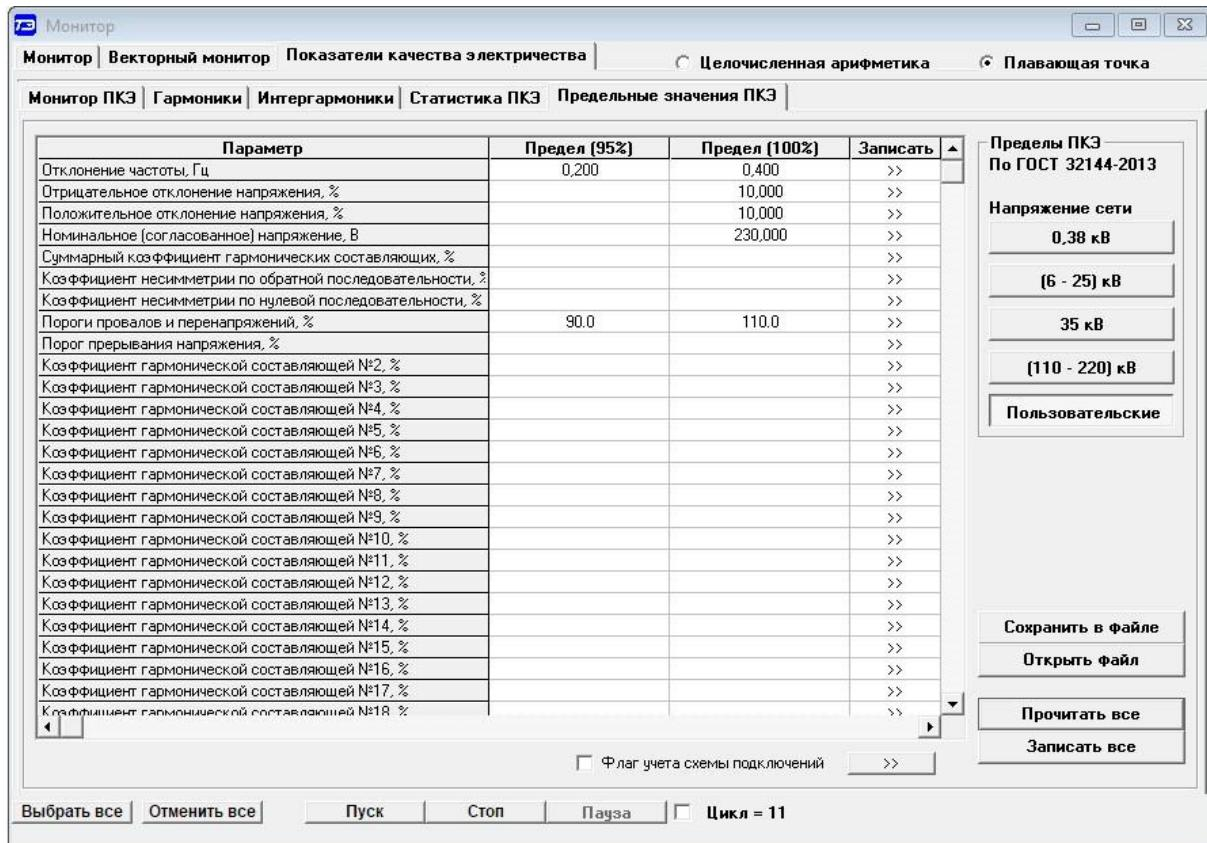

Рисунок 28 – Вкладка «Предельные значения ПКЭ»
4.16.1.3 Для чтения установленных в счетчике предельных значений ПКЭ нажать кнопку «Прочитать все» на поле формы (рисунок 28). Прочитанные параметры отображаются в столбцах «Предел (95 %)» и «Предел (100 %)», а в левом столбце перечислены названия параметров.
4.16.1.5 Для создания массива пользовательских параметров нажать кнопку «Пользовательские» на поле вкладки (рисунок 28) и в каждое окно вписать требуемое предельное значение параметра. Введенные пользовательские значения параметров могут сохраняться в файле на диске и загружаться в окна вкладки с сохраненного файла.